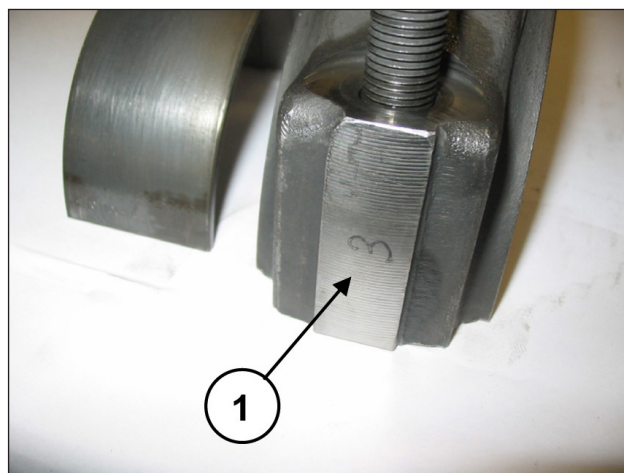

Fig. 43
Accoppiare le semibielle ai cappelli precedentemente smontati facendo riferimento alla numerazione (pos. ①, Fig. 43).
Separare i cappelli dalle semibielle; il corretto accoppiamento sarà garantito dalla numerazione posta su un lato (pos. ①, Fig. 43).